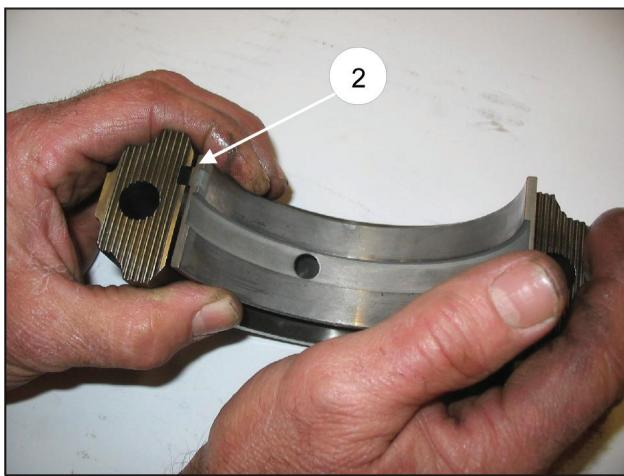

图6/a
如拆除了活塞导杆，在重新组装前应检查O型密封环(位置①, 图6/b)的定位,如有需要应予以更换。